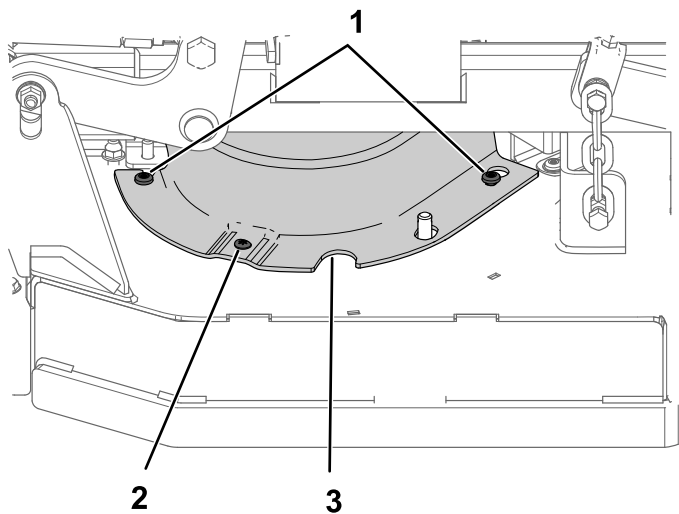

Bild 31
1. Lösen Sie die beiden Ansatzschrauben und die Schraube (Bild 31).